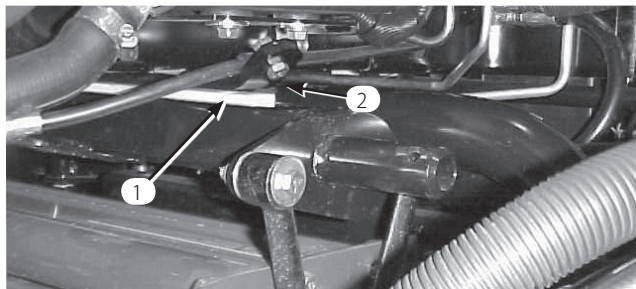
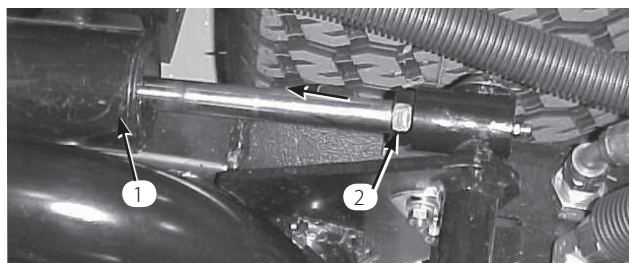

図 23
図 24
3. エンジンを始動し、昇降アームを上昇させ、後ろカッティングユニットのウェア・バーの上部についているウェア・ストラップからバンパー・ストラップまでの距離が 020"–100" の間にあるかどうかを点検する (図23)。この範囲になれば後シリンダを調整してすきまを作る。シリンダの調整は、カッティングユニットを降下させ、シリンダのジャムナットを戻して行う (図24)。ジャムナットを戻すには、シリンダ・ロッドのナットに近い方の部分をウェスとプライヤで握って回す。調整ができればカッティングユニットを上昇させて隙間を点検する。必要に応じ、上記の調整手順を繰り返す。クレビスのジャム・ナットを締める。